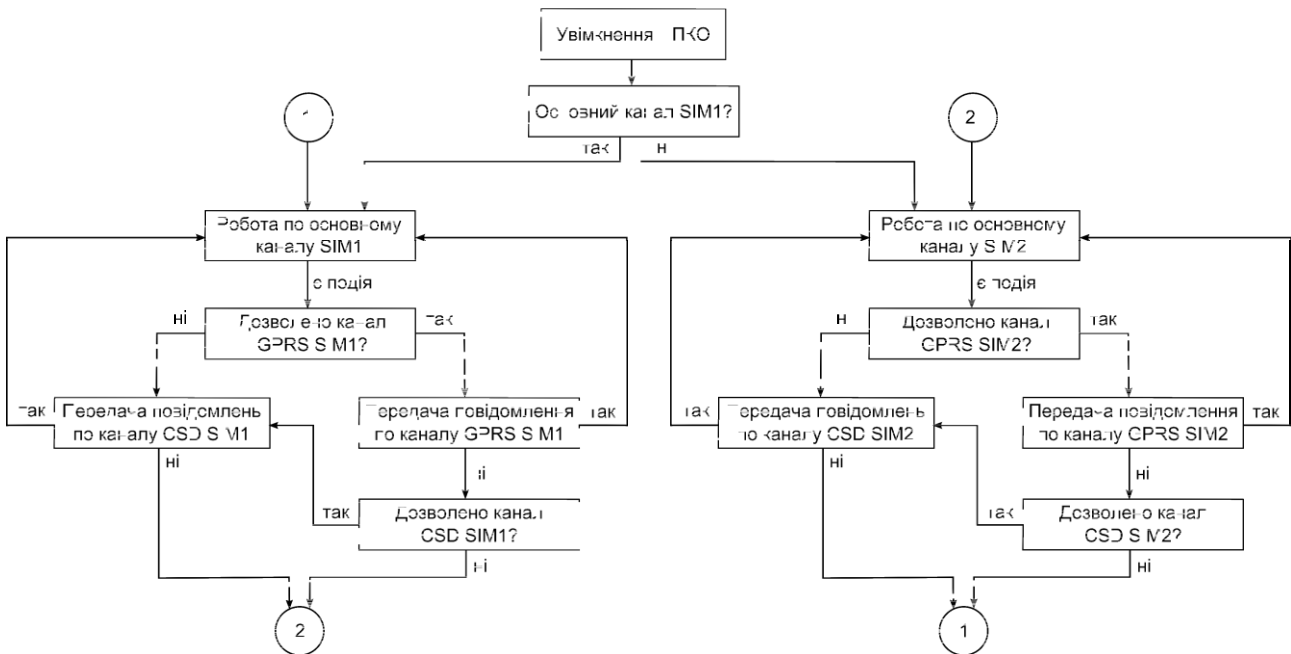

Рисунок 1 - Алгоритм передачі повідомлень на ПЦС
2.4.1 В залежності від налаштувань (див. 2.2 секцію програмування) сповіщення на ПЦС можуть передаватись по каналах зв'язку GPRS/CSD з використанням двох SIM-карт, згідно алгоритму наведеному на рис. 1. В протоколі «МОСТ» сповіщення можуть передаватись в каналах GPRS та CSD, в протоколі «Селена» - в каналі GPRS.